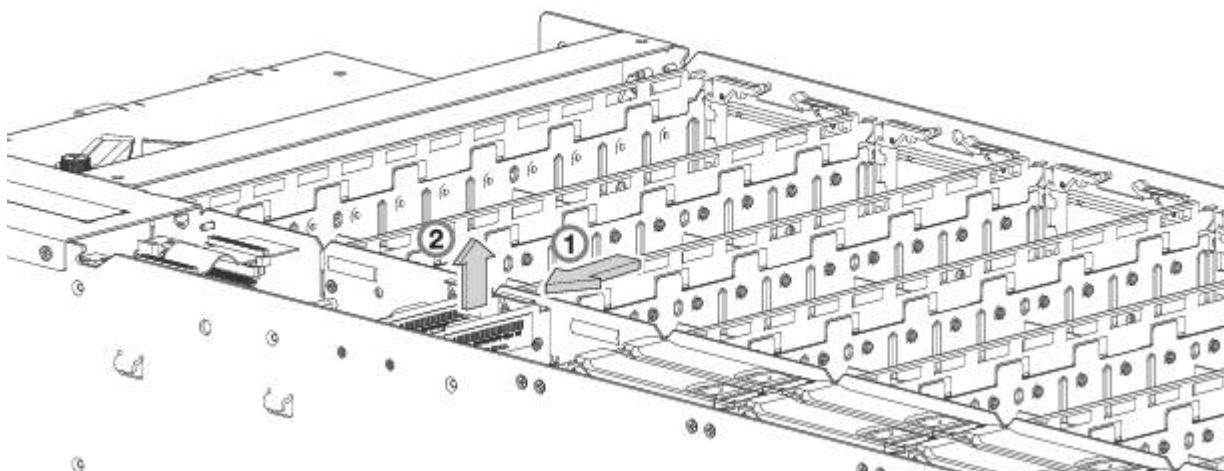
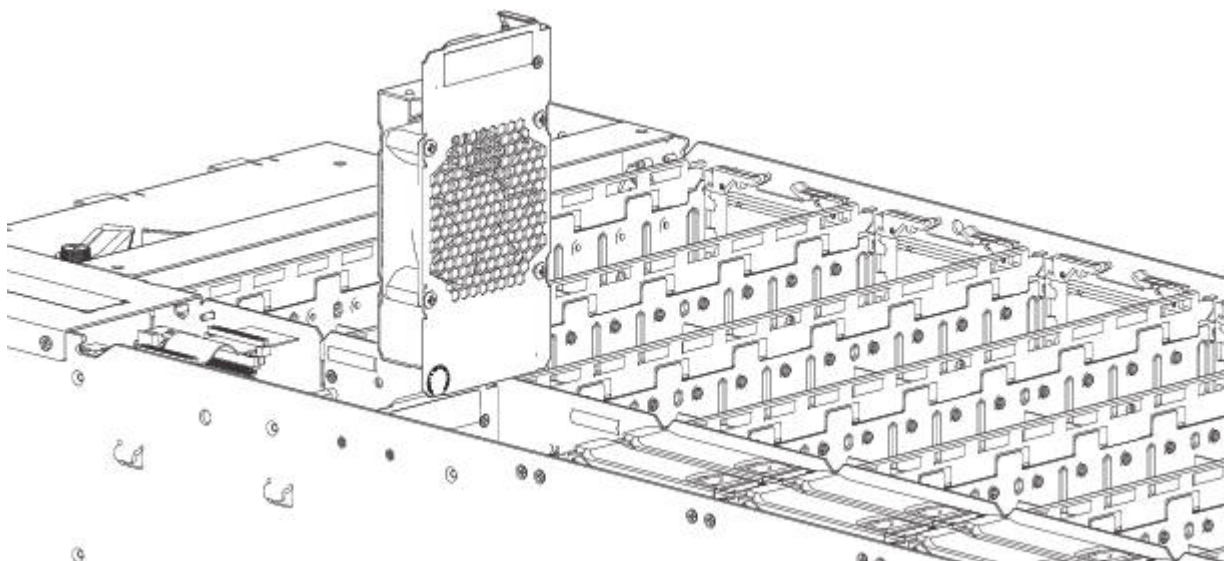

Figura 66. Removendo um ventilador do controlador (1 de 2)
Figura 67. Removendo um ventilador do controlador (2 de 2)
1. Segure a guia da trava na parede do canal interno do gabinete e aperte a guia contra a parede para liberar o ventilador do canal de sua posição travada, conforme mostrado na Figura 66 na página 80.
2. Com a outra mão, segure a alça localizada na parte superior do ventilador e puxe para cima para remover o ventilador de seu slot, conforme mostrado na Figura 67.
Consulte a Figura 66 e a Figura 67 ao executar este procedimento, mas ignore a seta direcional, pois você irá inserir o módulo no slot em vez de removê-lo.